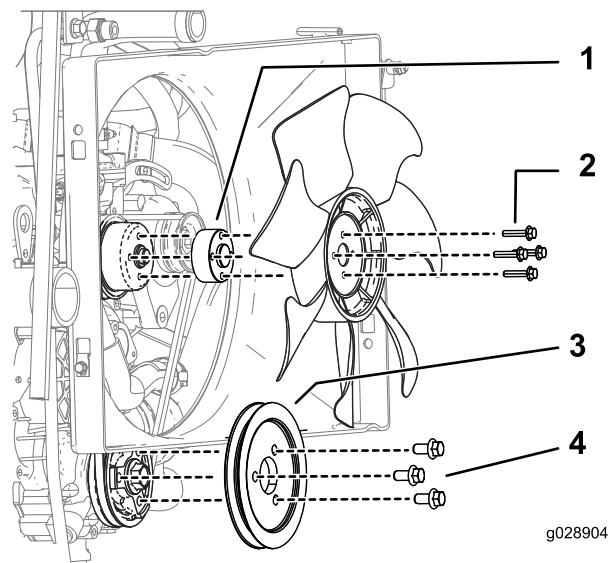

Figura 4
1. Instale o espaçador e polia da ventoinha como se mostra na Figura 4.